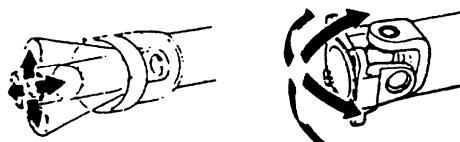
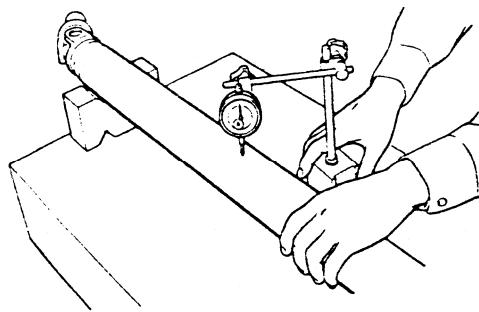

图 4-78 检查滑套颤、中间颤及凸缘颤形接头的磨损程度、损伤或龟裂
图 4-79 检查传动轴的弯曲度
- (1) 如图 4-78 所示, 检查滑套颤、中间颤及凸缘颤形接头的磨损程度、损伤或龟裂。
- (2) 检查传动轴上之颤形接头之磨损程度、损伤或龟裂。
- (3) 如图 4-79 所示, 检查传动轴之弯曲度、损伤程度。传动轴失圆度的极限值为 0.6mm。